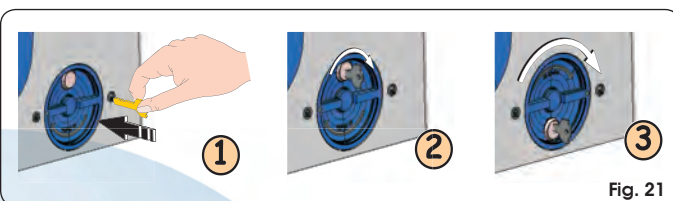

Fig. 21
1. Introduzca en la cerradura la llave suministrada en dotación (Fig. 21 Ref. ①), y gírela en sentido horario como se indica en la Fig. 21 Ref. ②.
2. Gire el sistema de desbloqueo en sentido horario unos 180°, tal y como se indica en la Fig. 21 Ref. ③.